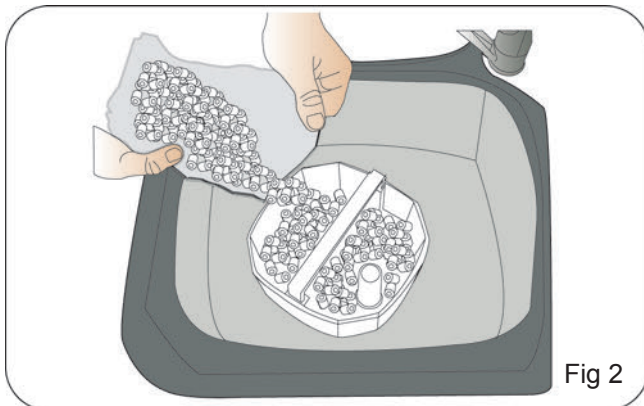

Fig 2
2. Retirez la grille de filtration et les paniers des matériaux de filtration de la cartouche. Retirez tous les matériaux de filtration des sacs en plastique et placez-les dans les paniers selon l'installation des matériaux de filtration illustrée à la page 4. Rincez les paniers contenant les matériaux de filtration sous l'eau du robinet pour éliminer la poussière en excès. Fig. 2
4. Débranchez les robinets de l'unité de tête en les dévissant. Détachez le collet le plus proche de la tête du filtre. Pas ceux qui se trouvent du même côté que le tuyau. Notez que de l'eau s'écoulera. Fig. 2